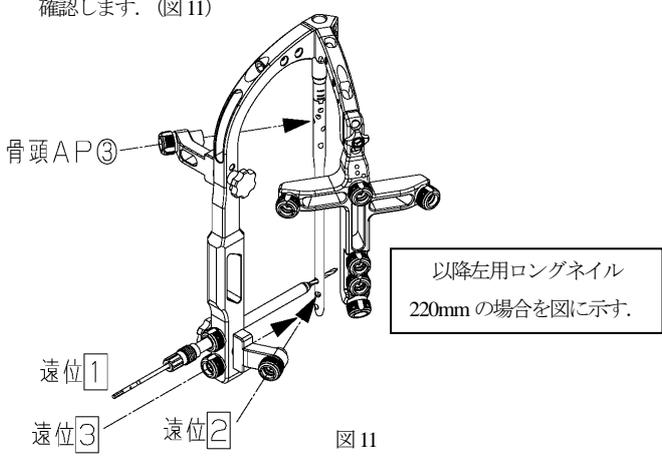

図 11
- 5) ロング用ターゲットデバイスにスリーブを装着し、つまみを右回転させロックします。キャンセル SW ドリル及びコーティカル SW ドリルを通してネイルのスクリーホールに干渉しないで通過することを確認します。(図 11)